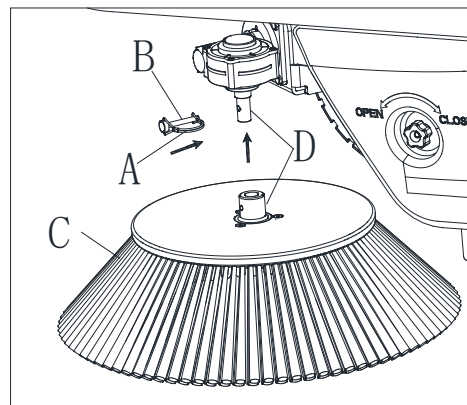

Figure 12
3. Relâcher le ressort de la goupille « D » (A, figure 12), puis retirer la goupille « D » de l'arbre de la brosse latérale (B, figure 12).
4. Placer la nouvelle brosse latérale sur l'arbre du moteur de la brosse latérale, aligner les trous sur le moyeu de la brosse latérale avec le trou sur l'arbre du moteur (D, figure 12), puis insérer la broche « D » (B, figure 12) et fixer le ressort (A, figure 12).